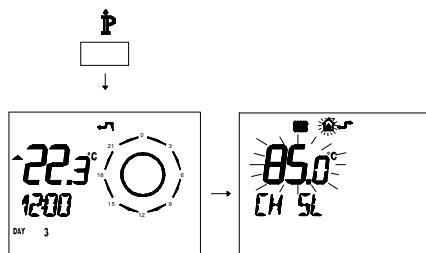

Figura 5.35
- Pulse durante más de 3 segundos el botón P para entrar en la modalidad *INFO* (Figura 5.35).